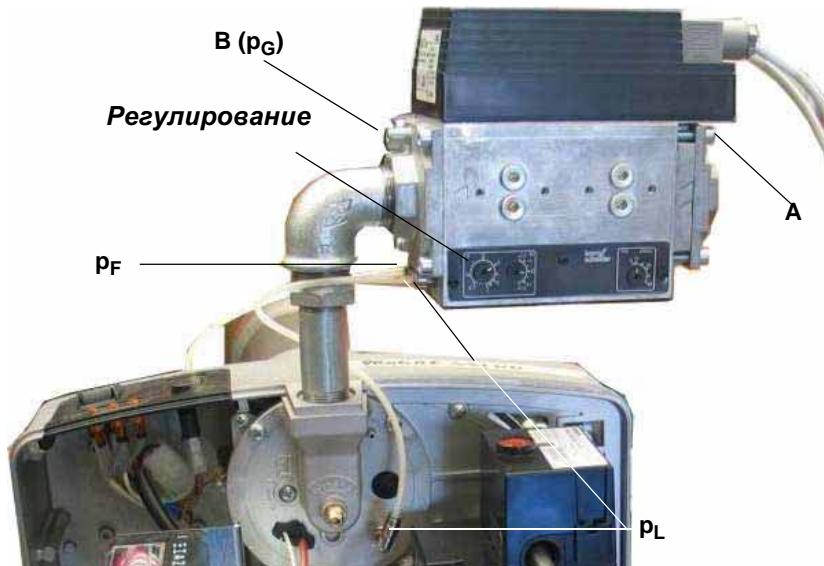
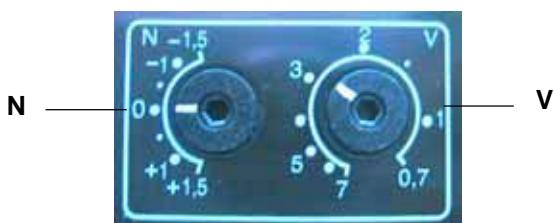

Рис. 19
Рис. 20
Передаточное соотношение **V** - следующее (см. рисунок Рис. 19 - Рис. 20):
- 1 Включить горелку на малом пламени: если горелка не запускается, повернуть слегка **N** в направлении + и повторить запуск (см. Рис. 20). Замерить давление газа **pG** на **B** (см. рисунок Рис. 19)
- 2 Замерить давление воздуха **pL** на горелке (см. Рис. 19) и отрегулировать давление газа на **N** (см. Рис. 20)
- 3 Перевести горелку, по возможности плавно, в режим большого пламени и отрегулировать на **V** (см. рисунок Рис. 20) давление газа на основании мощности котла.
- 6 Снять анализы уходящих газов и на **N** (см. рисунок Рис. 20) отрегулировать давление газа по значениям анализов
- 11 Не закрывать штуцер **pF**, если он имеется в наличии, и если он не использовался (vedi figura Рис. 19)
V = Не регулировать передаточное соотношение на слишком высокое значение! Давление газа на **B** ниже давления газа на **A** (см. рисунок Рис. 19) минус потеря давления компактного блока.
- 2 Замерить давление газа **A** и **B** (см. Рис. 19)